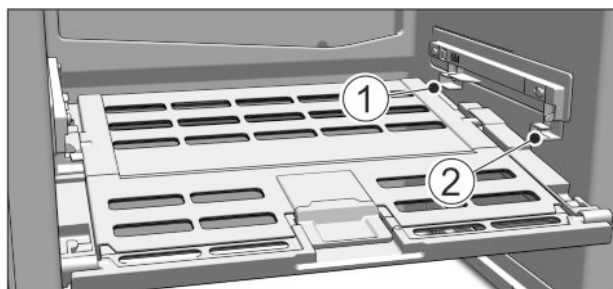

Fig. 50
- ▶ Поставете на капака на отделението Fruit & Vegetable-Safe: Пъхнете шийките на капака отдолу в задния държач Fig. 50 (1) и фиксирайте отпред в държача Fig. 50 (2).